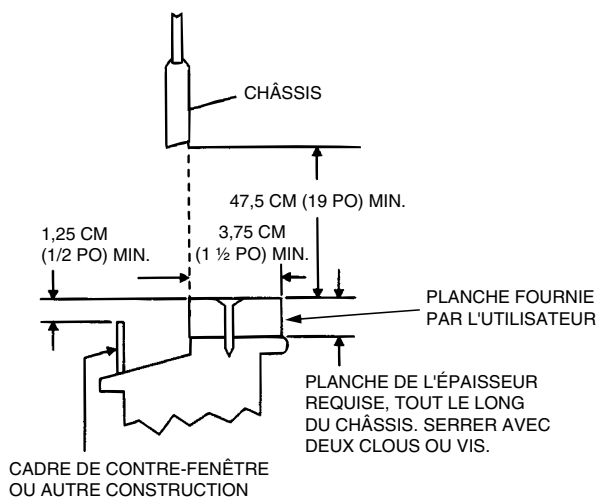

FIGURE 9 — APPLICATIONS AVEC UNE CONTRE-FENÊTRE
Si la fenêtre est bloquée par un cadre de contre-fenêtre qui ne peut être enlevé, vous devrez ajouter une planche (non comprise) à l'appui de la fenêtre. L'arrière du climatiseur doit être incliné vers le bas pour permettre l'égouttement adéquat de la condensation. Le cadre de la contre-fenêtre (ou tout autre obstacle) doit être au moins de 2 cm ($\frac{3}{4}$ po) plus bas que l'appui de la fenêtre. Si le cadre de la contre-fenêtre n'est pas au moins de 2 cm ($\frac{3}{4}$ po) plus bas que l'appui de la fenêtre, vous devrez ajouter une planche pour élever l'appui. Consultez la Figure 9. L'installateur doit fournir et couper la planche.
1. Cette planche doit être large d'au moins 3,75 cm (1 $\frac{1}{2}$ po) et couvrir toute la longueur de la fenêtre. L'épaisseur de la planche dépend de la hauteur du cadre de la contre-fenêtre. La planche doit relever le devant du climatiseur suffisamment pour permettre à l'arrière de l'appareil d'être incliné d'au moins 1,5 cm ($\frac{5}{8}$ po) vers le bas lorsque ce dernier repose sur le cadre de la contre-fenêtre. Consultez la Figure 9.